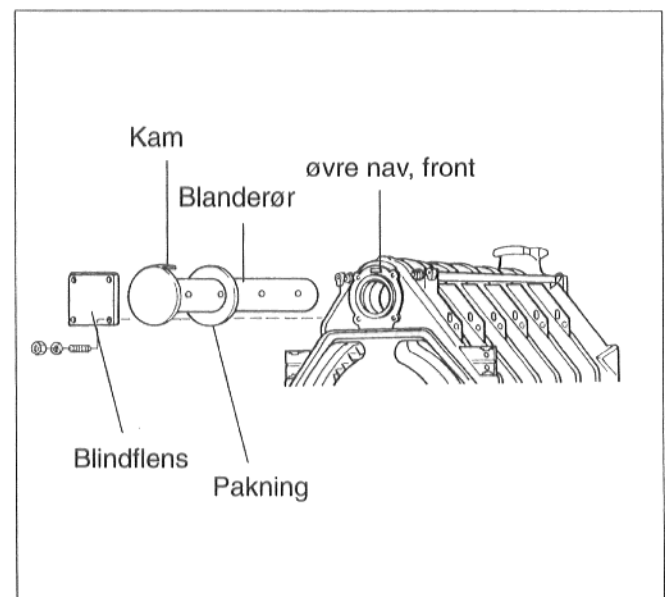

Fig. 19
- Pakning settes inn på blanderøret (Fig. 19).
- Blanderøret settes inn i øvre nippelforbindelse, fra front (Fig. 19).
- Kammen (Fig. 19) på blanderørets ende settes slik at kammen går inn i utsparringen på frontelementet ved øvre nav. Blanderøret er da plassert slik at dysene i blanderøret alltid ligger vannrett og får en garantert, optimal vannfordeling i området ved øvre nippelforbindelse.